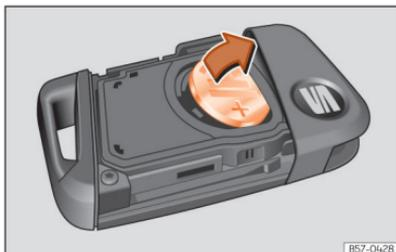

Fig. 50 Chave do veículo: remoção da pilha.
- Retire a pilha do seu compartimento fazendo alavanca >>> Fig. 50.
- Encaixe uma pilha de botão nova no compartimento >>> ①.